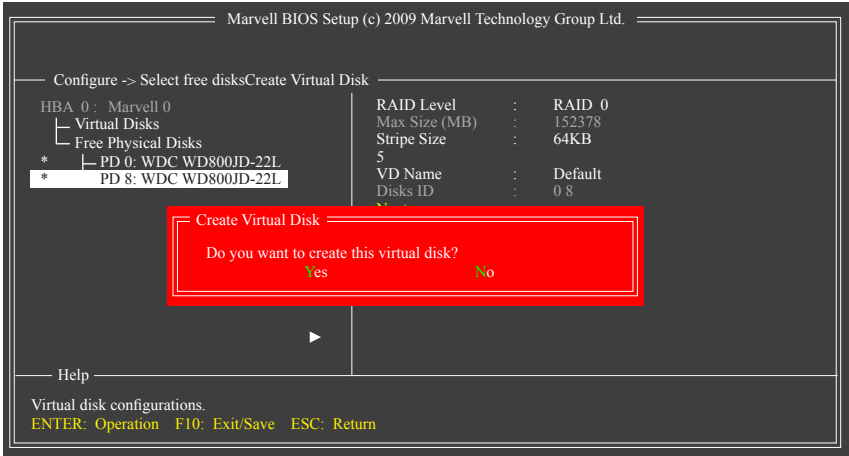

图5
6. Next: 完成以上设置请至「Next」项目，按<Enter>键，确认建立磁盘阵列。当确认信息出现时，确定制作磁盘阵列请按<Y>，取消请按<N>(图5)。